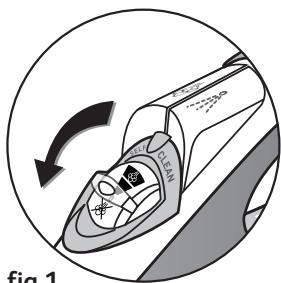

fig.1
- Den Dampfregler auf „0“ stellen – Abb.1.